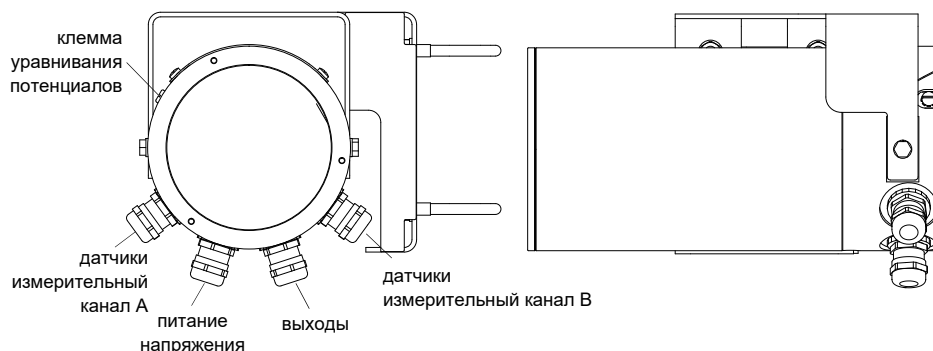

Рис. 7.2: Разъемы подключения преобразователя
- Снимите кабельный сальник для подключения датчиков (смотри Рис. 7.2).
Внешнее защитное заземление подключается к клемме уравнивания потенциалов на корпусе преобразователя (смотри Рис. 7.2).
- Снимите кабельный сальник для подключения питания напряжения (смотри Рис. 7.2).
- Введите кабель питания в корпус (смотри Рис. 7.2).
- Снимите кабельный сальник для подключения выходов (смотри Рис. 7.2).
- Введите выходной кабель в корпус (смотри Рис. 7.2).